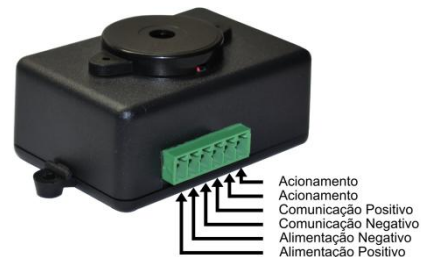

Fig. 41
- Leitor para controle de acesso, para controle de máquina de lavar carro e controle de aspirador de pó (Fig.41):